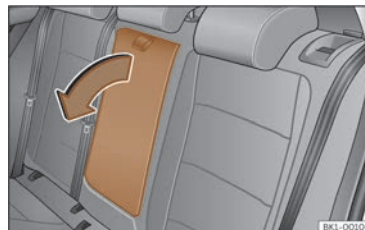

Abb. 94 Herausklappbare Mittelarmlehne hinten (schematische Darstellung).
- Zum *Ausklappen* der Armlehne, Zugschlaufe in Pfeilrichtung ziehen >>> (Abb. 94).